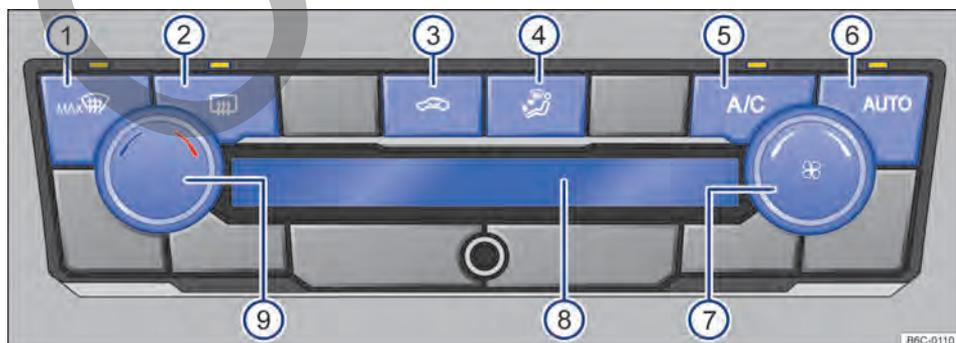

Fig. 85 Comandos del Climatronic.
- *Climatronic*: girar el regulador del ventilador a la izquierda hasta el tope → fig. 85 ⑦.
Con la tecla  → fig. 85 ⑥ se puede encender el modo automático del Climatronic.
El modo automático garantiza temperaturas constantes dentro del vehículo. La temperatura del aire, el volumen de aire y la distribución de aire se regulan automáticamente. El funcionamiento automático se apaga cuando la ventilación se cambia manualmente o con el cambio de la distribución de aire al presionar la tecla → fig. 85 ④.
- *Climatronic*: girar el regulador giratorio izquierdo → fig. 85 ⑨.
En la pantalla del Climatronic → fig. 85 ⑧ se indica la temperatura ajustada.
- *Climatronic*: girar el regulador del ventilador → fig. 85 ⑦.
- *Climatronic*: presionar la tecla → fig. 85 ④ a la posición deseada, la distribución seleccionada se indicará en la pantalla ⑧.
- *Climatronic*: presionar la tecla  → fig. 85 ①.